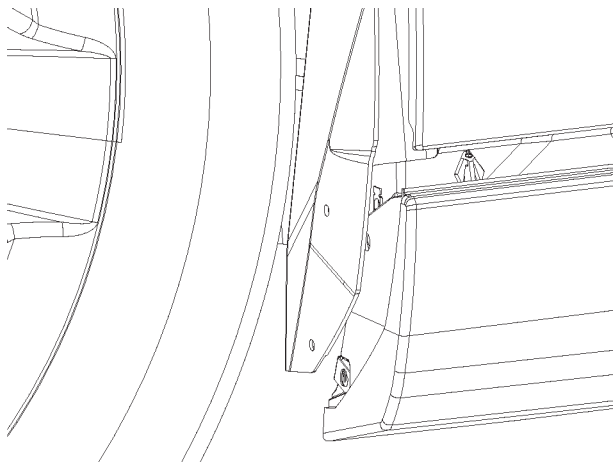

FIGURE 26
10. La porte ouverte, aligner l'avant du revêtement de bas de caisse avec l'intérieur de la garniture de roue avant. Le revêtement de bas de caisse s'insérera entre la garniture de roue et la tôle. Se reporter à la Figure 26.